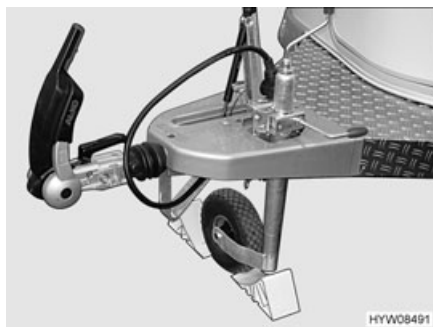

Fig. 135 Assicurare il carrellino
- Posizionare il carrellino perpendicolare rispetto alla direzione di marcia e assicurarne con mezzi idonei (Fig. 135).